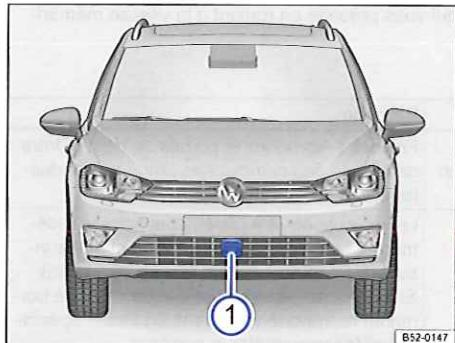

Fig. 177 Dans le pare-chocs avant : capteur radar
Afin d'évaluer les conditions de circulation, un capteur radar est monté dans le pare-chocs avant → fig. 177 ①. Ce capteur permet de détecter les véhicules qui vous précèdent jusqu'à une distance de 120 m environ.